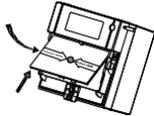

Рис. 6 – иллюстрация установки пусковой панели
- Верните обратно пусковую панель (Рис. 6)